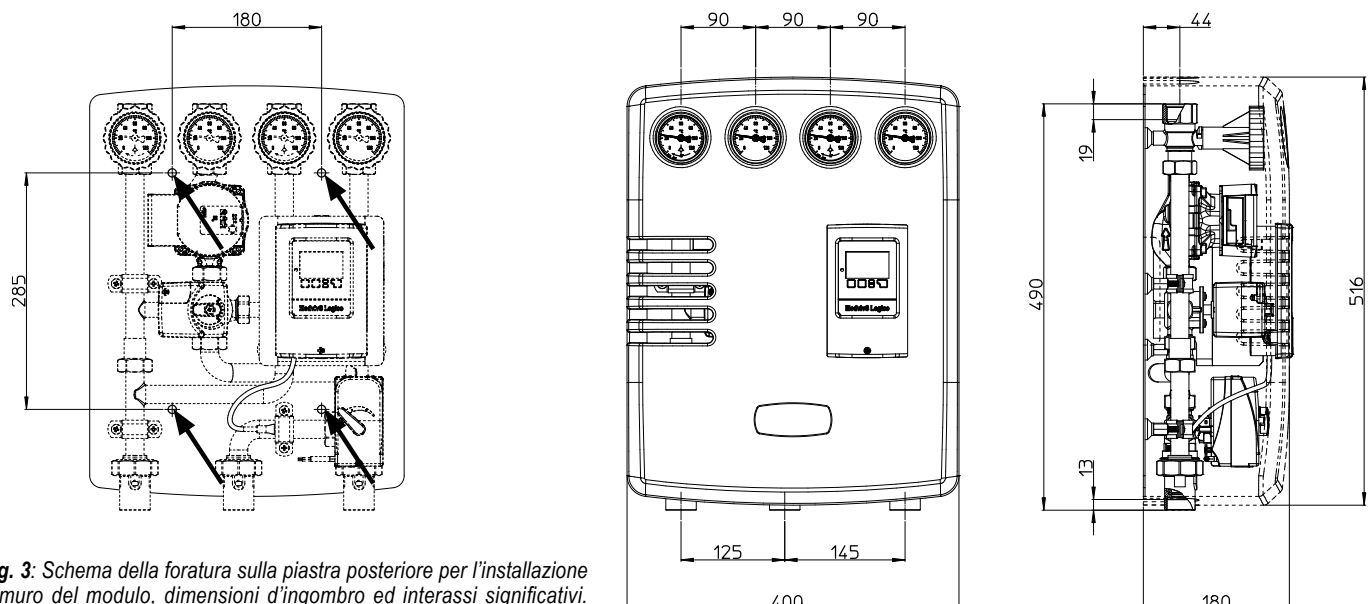

Fig. 3: Schema della foratura sulla piastra posteriore per l'installazione a muro del modulo, dimensioni d'ingombro ed interassi significativi.
- ✓ Individuare e identificare la posizione dei 4 fori da realizzare sul muro secondo lo schema in Fig. 3;
- ✓ Allacciare le tubazioni secondo lo schema di collegamento, attenendosi alle indicazioni riportate in Fig. 3